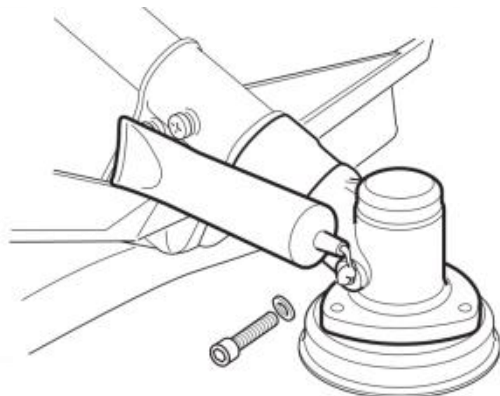

Fig. 68
2. Aggiungere lubrificante adatto (Fig. 68).